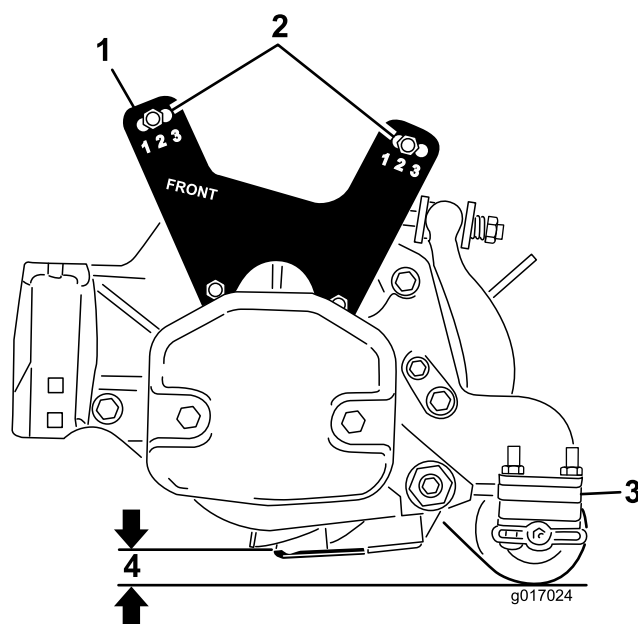

Figura 20
- Abbassate l'apparato di taglio al suolo e misurate la distanza tra il suolo e il bordo superiore della controlama, come illustrato in Figura 20